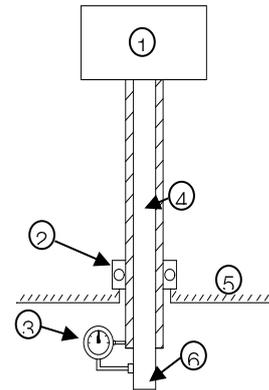

Figura 4.12: Alineación de motor con eje hueco
1. Fijar el reloj indicador a través de su base magnética en el eje de la bomba y alinearlo con la superficie base (eje del motor), ajustando el reloj indicador en cero (Figura 4.12);
Detalle de la Figura 4.12